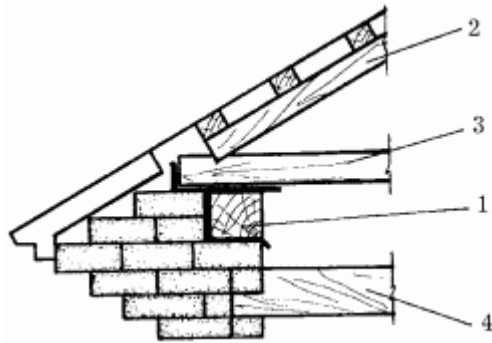

Рис. 18. Опираение наслонных стропил в каменных зданиях: 1 – мауэрлат; 2 – стропильная нога; 3 – затяжка; 4 – чердачное перекрытие.
– на опорные брусья – мауэрлат (рис. 18).